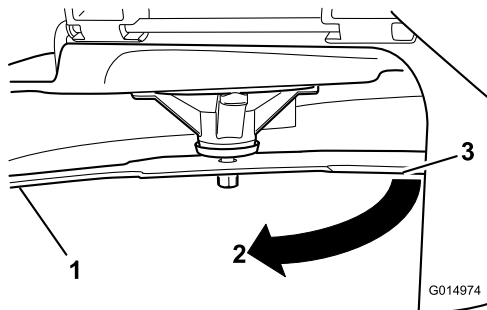

Figura 59
3. A doua distanță măsurată dintre lamă și suprafață (B)
4. Rotii aceeași lamă la 180 de grade, astfel încât marginea de tăiere opusă să se afle acum în aceeași poziție (Figura 59).